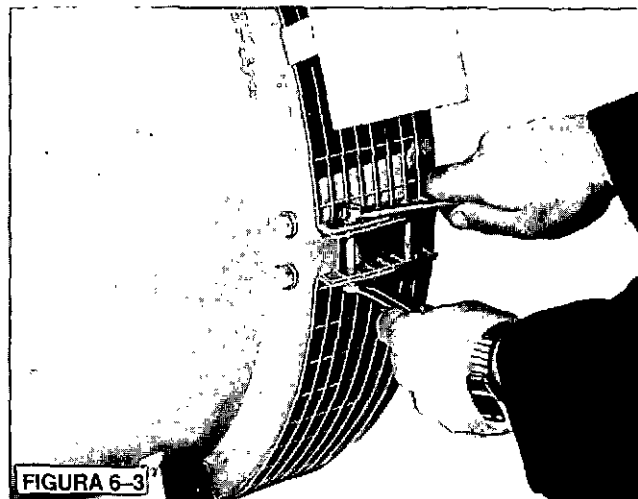

FIGURA 6-3
- 5.a. En los generadores de un solo cojinete, quite los pernos que montan el ensamble de pantalla al adaptador SAE y quite la pantalla (Figura 6-3). (NOTA: No quite la cubierta de goteo, si el equipo la tiene, del ensamble de pantalla.) Quite los tornillos de casquete que fijan los discos impulsores al volante, y quite los tornillos de casquete que fijan el adaptador SAE a la caja del volante.